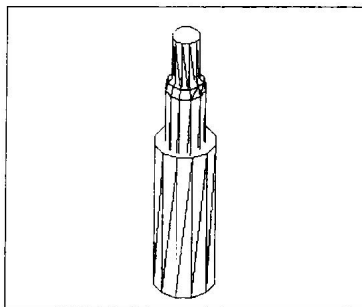
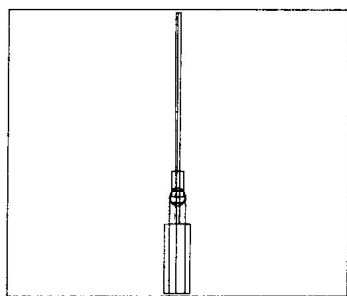

图 1-5
图 1-6
① Specify center point for base of cylinder or [Elliptical] <0, 0, 0>:↵。
② Specify radius for base of cylinder or [Diameter]:35↵。
③ Specify height of cylinder or [Center of other end]: 700↵。结果如图 1-5 所示。
① Command: ucs↵。
② Enter an option [New/ Move/ orthoGraphic/Prev/Restore/Save/Del/Apply/ ?/World] <World>: m
③ Specify new origin point or [Zdepth]<0,0,0>: z↵。
④ Specify Zdepth<0>: 450。↵。
11. 作圆柱体。单击  按钮或者在命令行直接输入 cylinder。底面中心坐标为 0, 0, 400, 设定高度为 1200, 半径为 15。单击  按钮, 结果如图 1-6 所示。
① Specify start point:0, 0, 1600↵。
② Specify next point or [Arc/Close/ Halfwidth/Length/Undo/Width]: @15, 0↵。
③ 继续输入@-15, 100↵。